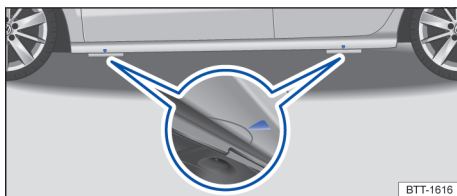

Fig. 181 Pontos de apoio do macaco.
O macaco somente pode ser posicionado nos reforços no assoalho, que se encontram atrás das marcações na carroceria → Fig. 181. Deve ser considerado o ponto de apoio localizado junto à roda correspondente → ⚠.
6. Procurar sob o veículo o ponto de apoio do macaco → Fig. 181 mais próximo da roda a ser trocada.